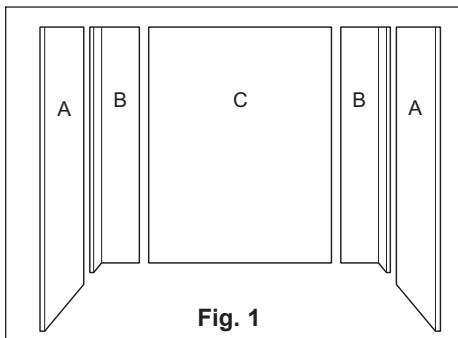

Fig. 1
3. Trial install all panels with masking tape as illustrated in **Fig. 1**.
- b) Place one end panel (A) on the wall opposite the plumbing end, resting on the bathtub ledge and within 3 mm (1/8") of the front edge of the bathtub.
- c) Cut a cardboard template from the packing carton to the correct height and width for the end panel (A), which will have the plumbing fixtures.
3. Installer provisoirement les panneaux avec du ruban à masquer, tel qu'illustre à la **Fig. 1**.
- c) Découper, dans le carton d'emballage, un gabarit correspondant aux dimensions du panneau latéral (A) sur lequel se trouvera la robinetterie.
2. Realice un trazo vertical con lápiz en el centro del muro del fondo y sobre el reborde delantero de la bañera. Marque el centro del panel del fondo (C).
3. Instale provisionalmente los paneles con cinta adhesiva protectora, tal como se muestra en la **Fig. 1**.
- a) Coloque el panel del fondo (C) teniendo cuidado de alinear su centro con la parte media del muro del fondo. Si hay una ventana, asegúrese de que no interfiera con una parte realizada (moldeada) del panel. Debe asegurarse también de transferir las medidas exactas de la ventana antes de cortar la forma de la ventana en el panel. Si lo desea, el panel del fondo puede cortarse para ser colocado detrás del encuadre de la ventana.
- b) Coloque uno de los paneles del extremo (A) sobre el muro opuesto a la grifería, a 3 mm (1/8") del reborde delantero de la bañera, asentando el reborde inferior del panel sobre el reborde de la bañera.
- c) Utilizando la caja de cartón, recorte una plantilla que corresponda a las dimensiones del panel lateral (A) sobre el cual se ubicará la grifería.